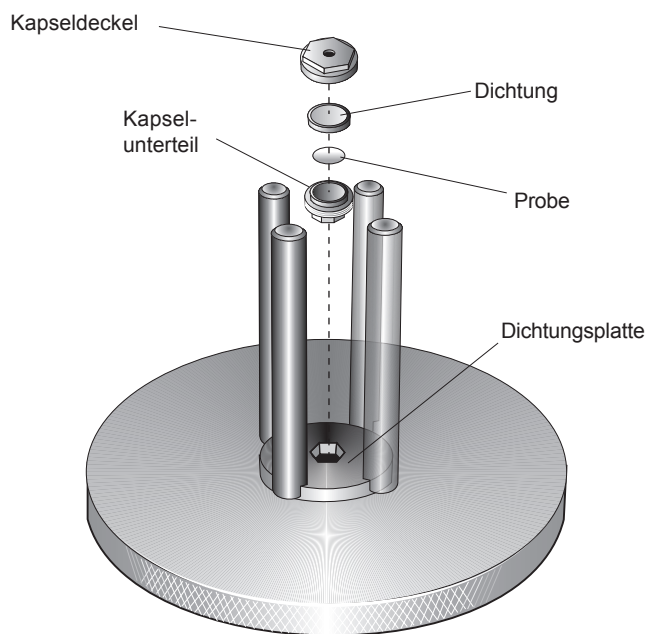

Abbildung 1
Zur Vorbereitung der Probenkapseln auf DSC-Hochdruckkapselmessungen siehe Abbildung 1 und befolgen Sie die Anweisungen in diesem Abschnitt.
2. Platzieren Sie mit einer Pinzette das Unterteil einer Kapsel in die sechseckige Öffnung der Dichtungsplatte (siehe Abbildung 1).
3. Legen Sie die Probe vorsichtig in das Unterteil der Kapsel ein; setzen Sie dann die Dichtung mit dem Becher nach unten auf die Kapsel (siehe Abbildung 1).